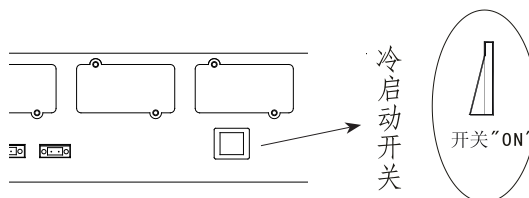

图 7-4
5) 若在无市电情况下开机, 需反复开关通讯界面中的“冷启动开关” (图 7-4), 系统冷启后约 1 分钟后自动进入主页。
①进入主页, 点击“控制”按钮进入登录界面, 输入正确的控制密码或用户密码, 点击 ENTER 键后, 再点击“进入”按钮进入系统控制界面;